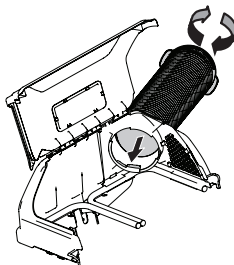

Figure 16
1. Installez la partie supérieure du boyau de la goulotte dans le support de la goulotte supérieure. Il y a deux encoches à l'intérieur de la partie inférieure du support de la goulotte supérieure qui servent à fixer le boyau de la goulotte. Voir Figure 16.